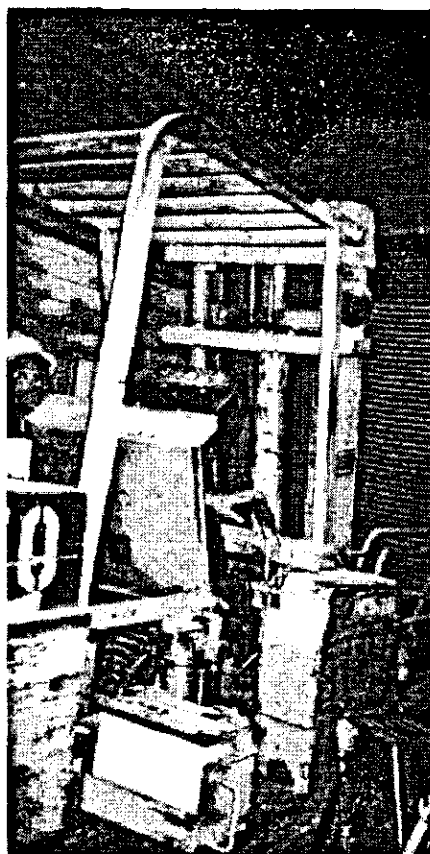

Figure 6 : Moteur sous charge
- Mettre le moteur sous charge (figure 6) par l'inclinaison du mât ("Tilt By Pass") pour déclencher le contrôle de pression hydraulique ("Relief Valve") et vérifier la lecture du CO ; elle doit se maintenir ou baisser.